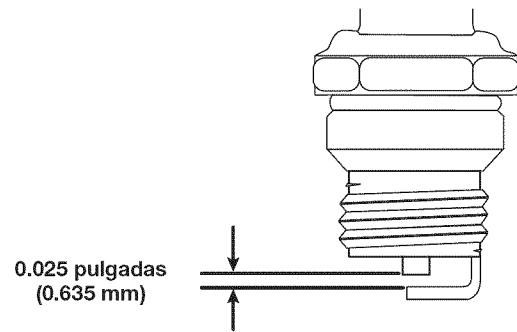

Fig. 27
6. Use un calibrador de hoja para ajustar abertura de la bujía a **0.025 pulgadas (0.635 mm)** (Fig. 27).